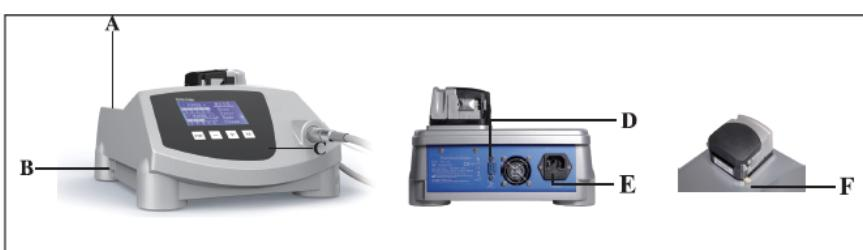

Рисунок 2
⚠ Опасность: Не устанавливайте аппарат вблизи источников тепла. Устанавливайте оборудование в месте, где есть достаточная циркуляция воздуха. Оставьте достаточно свободного места вокруг аппарата, в особенности вокруг вентилятора, расположенного сзади. (Рис.2)
2. Вставьте держатель для физраствора в специально предназначенные для этого отверстия (Рисунок 2- А);
3. Подсоедините ножную педаль к корпусу основного блока, вставив штекер в соответствующий разъем (Рисунок 2- D);
4. Подключите силовой кабель в разъем на корпусе устройства (Рисунок 2- E) и затем в розетку электропитания;
5. Вставьте держатель для наконечника в специально отведенное для этого отверстие (Рисунок 2 - С);
12. Нажмите кнопку on/off (Рисунок 2- В) и используйте прибор по назначению.